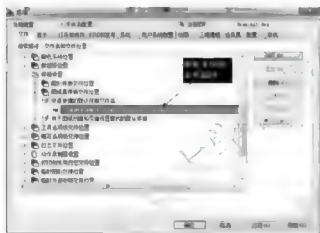

图 2-28
**步骤3:** 单击 **打开(O)** 按钮, 返回【选项】对话框, 此时, 该对话框中显示样板的保存路径, 如图 2-28 所示。单击 **确定** 按钮完成设置。